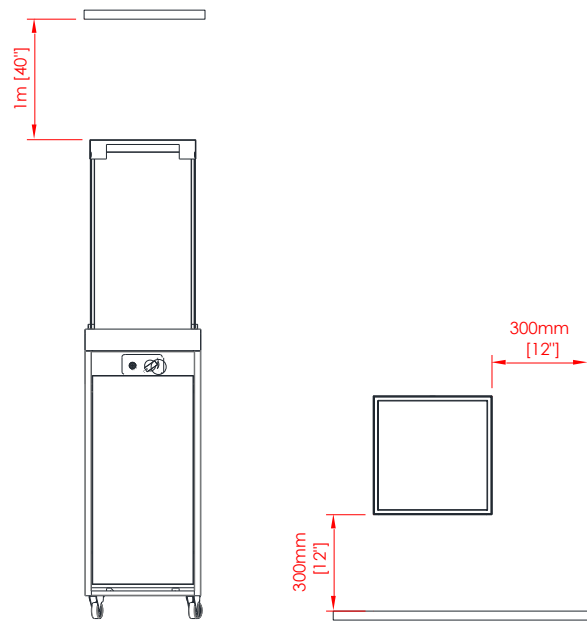

Fig. 2 – Minimale afstanden
- Dit apparaat moet tijdens het gebruik uit de buurt van brandbare materialen worden gehouden. Plaats geen brandbare materialen binnen een afstand van 0,3 m van de FARO en 1 m boven het apparaat (Fig. 2).